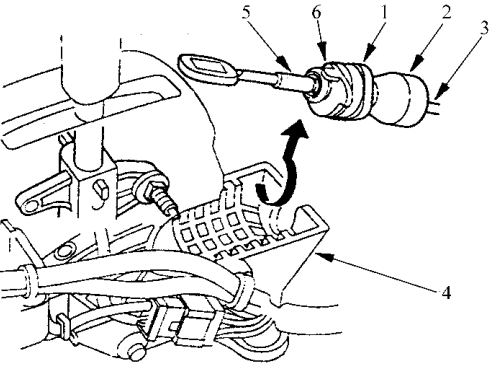

图 5-61 将拉线和换档杆分离
4) 如图 5-61 所示, 将换挡拉线上的卡口式固定架转动四分之一圈; 卡口式固定架的凸耳将在换挡杆托架底座的开口处。然后滑动固定座, 将换挡拉线从换挡杆托架底座上拆下。千万不要通过扭曲换挡拉线导管和减振垫, 来拆卸换挡杆拉线。